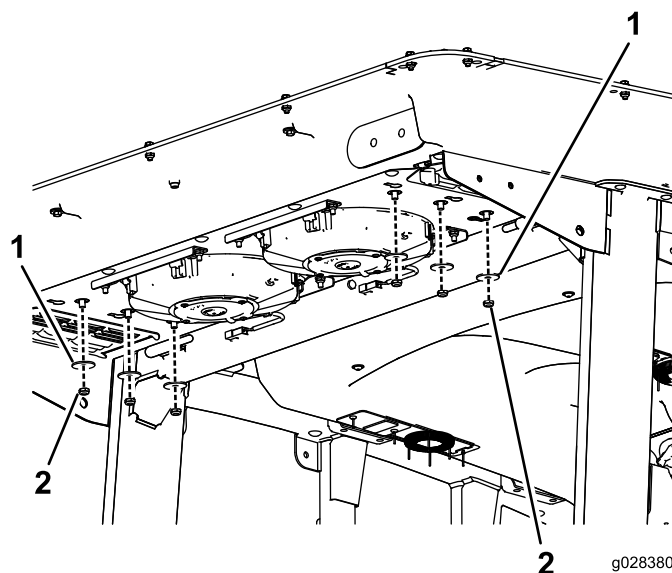

Figura 54
2. Retire as seis porcas e anilhas da parte inferior da traseira da cabina (Figura 54).